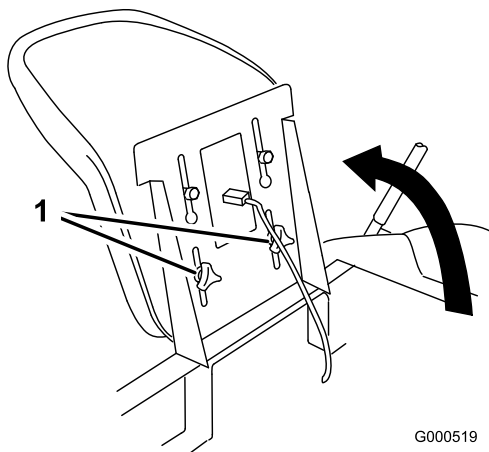

Figura 20
1. Alzate il sedile e allentate le manopole di regolazione quanto basta per spostarlo (Figura 20).